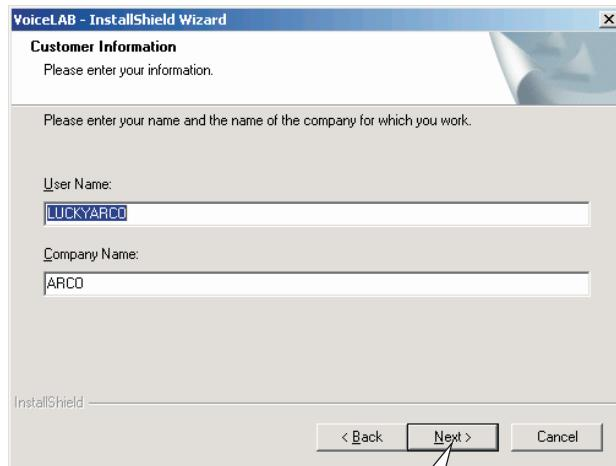

图19
- 输入你的用户名和公司名称，点击“Next”进入下一步，如图19：